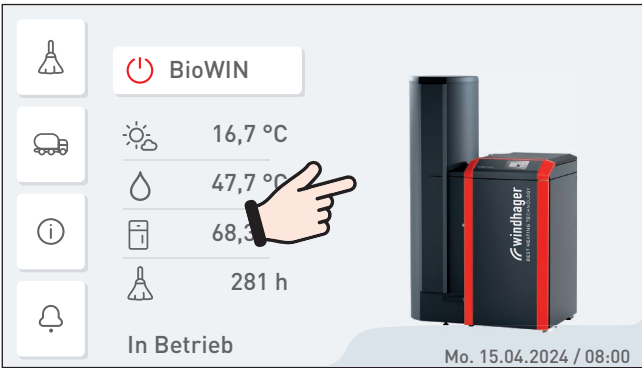

Fig. 21 Startscreen
- ▶ Durch kurzes Drücken auf den InfoWIN Touch wird das Display eingeschaltet, dann auf Startscreen drücken – Fig. 21.